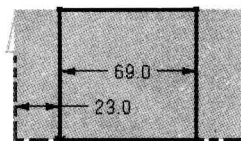

图 1.9 截面草图
② 进入草图环境，绘制图 1.9 所示的截面草图。
③ 选择下拉菜单 **任务(T)** → **完成草图(F)** 命令（或单击 **完成草图** 按钮），退出草图环境。
(3) 确定拉伸开始值和终点值。在“拉伸”对话框 **限制** 区域的 **开始** 下拉列表中选择 **值** 选项，并在其下的 **距离** 文本框中输入值 0；在 **限制** 区域的 **结束** 下拉列表中选择 **值** 选项，并在其下的 **距离** 文本框中输入值 8，并单击“反向”按钮 ；在 **布尔** 区域中的下拉列表中选择 **求差**